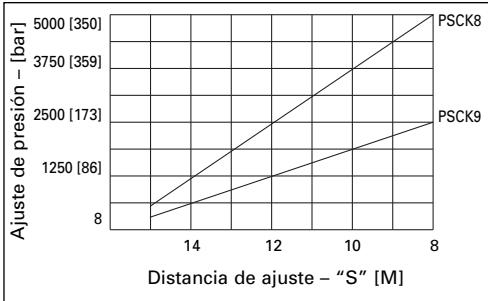

Figura 4, Gráfico
3. Apriete la contratuerca (4 NM [3 LB-PIE]) en sentido horario mientras sujetá el tornillo de ajuste de presión con la llave (ver los ajustes en el gráfico, figura 4 [el gráfico sirve solamente como guía básica; para determinar con mayor exactitud los puntos de comutación use un manómetro de presión]).
Nota: La distancia de ajuste "S" en la figura 4 se mide desde el extremo del tornillo de ajuste hasta el cuerpo de la válvula (el lugar donde hace contacto la contratuerca).